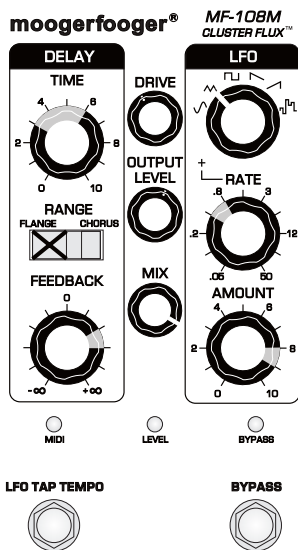
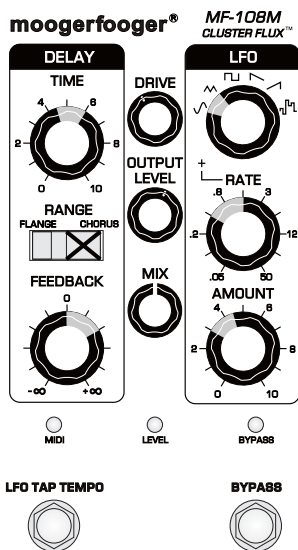

図1: Classic Flangingセットアップ
図2: Classic Chorusセットアップ
8. MF-108Mの[BYPASS]スイッチを押してエフェクト・オンの状態にし(この時、[BYPASS]LEDが緑に点灯します)、パネルを次のページの**図1**(Classic Flanging)、または**図2**(Classic Chorus)のセットアップにして、その音を確認してみましょう。